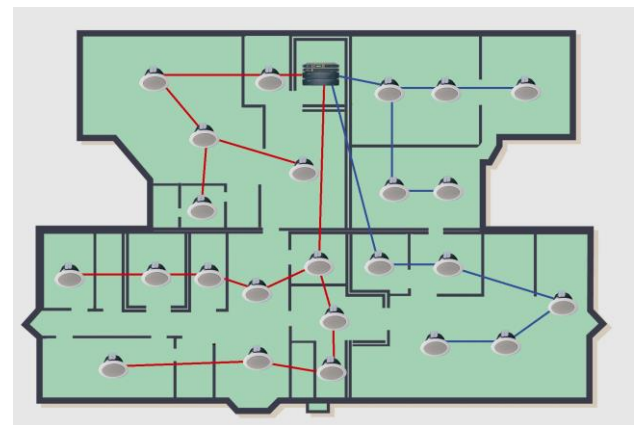

Рисунок 60 - Пример В: Переход на мультилинейную схему.
- Дополнительная гибкость в организации аудиотрансляции в зоне (отсеке). При этом линии оповещения могут быть программно объединены в логические группы в любых сочетаниях (см. Рисунок 60)